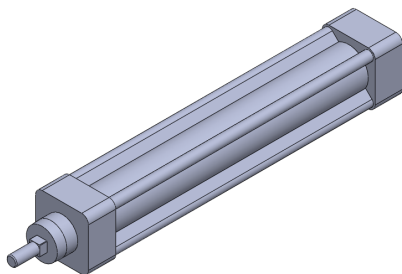

图 8-19 打开素材模型
(1) 单击常用工具栏中的【打开】按钮, 打开一幅素材模型, 如图 8-19 所示。